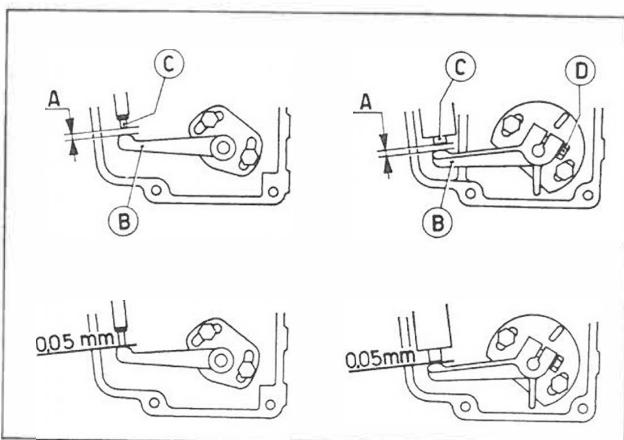

Fig. 105
1. If acceleration is slow and there is no smoke screw out cylinder (C, Fig. 105). This increases fuel delivery.
3. Insert a shim "A" between lever (B) and rod (C), (Fig. 105); then lock lever (A) with bolt (D).
- Si la reprise est lente, sans fumée, dévisser le cylindre C (fig.105) (augmentation du débit)
- Vérifier la saillie du pointeau du cylindre. Intercaler une cale A entre levier (B) et pointeau (C) (fig.105), ensuite bloquer avec le boulon (D) le levier (B).
Per valori diversi di consumo ripetere la registrazione portata (pag. 36) a vuoto riducendo la distanza (A - Fig. 105) se il consumo è eccessivo e aumentandola se inferiore.
In case of different consumption figures, repeat idle delivery setting (page 36) by reducing clearance (A - Fig.105) if consumption is excessive, and increasing it if under.
En cas de consommation différente, refaire le réglage du débit (page 36) à vide, en réduisant la cote A (fig.105) si la consommation est excessive et en augmentant cette cote, si la consommation est inférieure.